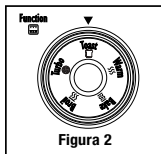

Figura 2
2. **Perilla selectora de función** - Seleccione la función de cocción girando la perilla a la graduación deseada. (Ver la Figura 2)